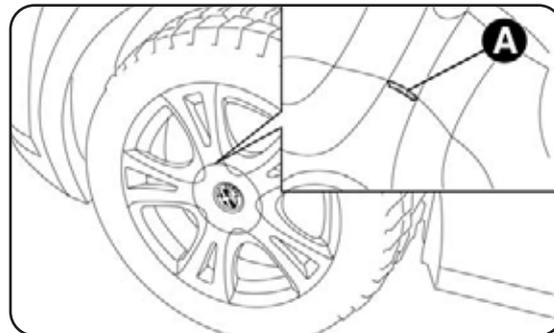

fig. 6
- para versões com jantes em liga: abane o veículo para facilitar a saída da jante do cubo da roda. Algumas versões podem ser dotadas de jantes em liga com tampão de cobertura do cubo (fig. 6). Para remover o tampão inserir a chave de parafusos nas sedes A-fig. 6 de modo a tornar acessíveis os parafusos de fixação. Proceder de seguida à substituição da roda segundo quanto anteriormente descrito.